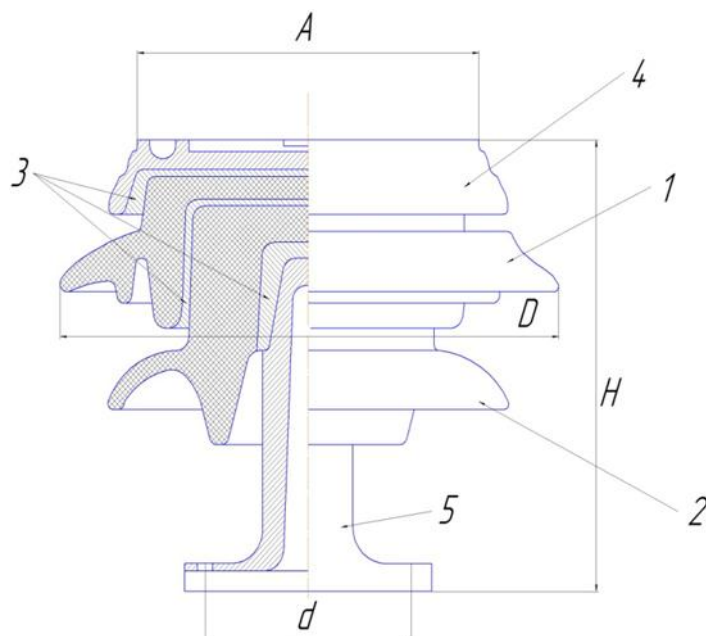

Рисунок 2 – Опорно-стержневой изолятор наружной установки
3. По заданной диаграмме рисунок 2 определить $\sigma_{\text{ПЦ}}$, σ_B , σ_T (или $\sigma_{0,2}$) – параметры прочностных свойств материала (для диаграммы с выраженной площадкой текучести найти σ_T , если площадка текучести отсутствует – оценить величину $\sigma_{0,2}$).
Опорный стержневой керамический изолятор ОНС изолирует и поддерживает шины контактных деталей в открытом распределительном устройстве. Изолятор представляет собой сплошной круглый стержень с выступающими ребрами. На торцевых частях изолятора закреплены металлические фланцы (колпаки), являющиеся электродами (рис.2).
Например, ОНС-35-2000 (опорный стержневой изолятор наружной установки на напряжение 35 кВ, разрушающая нагрузка его 2000 Па). Опорный стержневой изолятор типа ОНС (см. рис. 2) имеет следующие основные размеры можно выразить диэлектрические потери в изоляционных материалах?